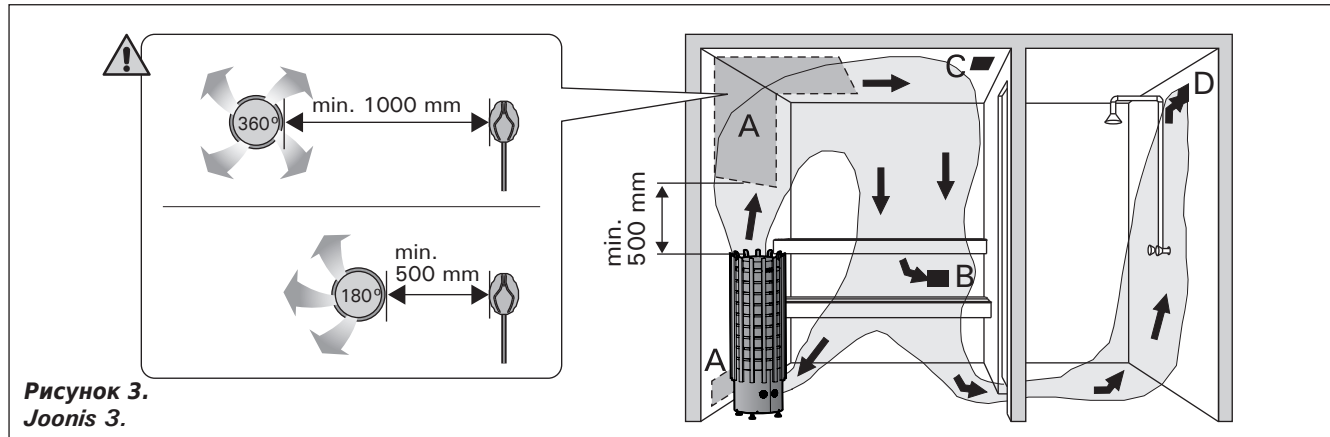

Рисунок 3.
Воздух в сауне должен заменяться шесть раз в час. На рис. 3 показаны варианты вентиляции сауны.
**Вентиляционное окно не должно охлаждать температурный датчик. См. рис. 3.**